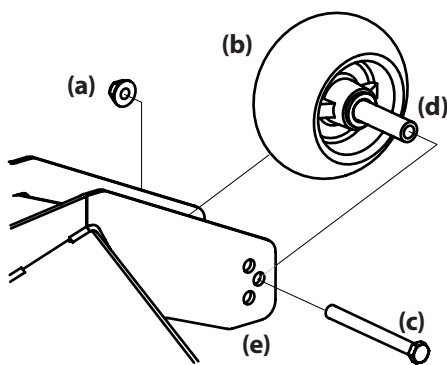

Figure 4-9
2. Retirez l'écrou autobloquant (a) qui sert à retenir un des boulons hexagonaux (c) de la roue de jauge avant (b) au plateau de coupe. Enlevez la roue de jauge avant (b), le boulon (c) et l'entretoise (d). Voir Figure 4-9.